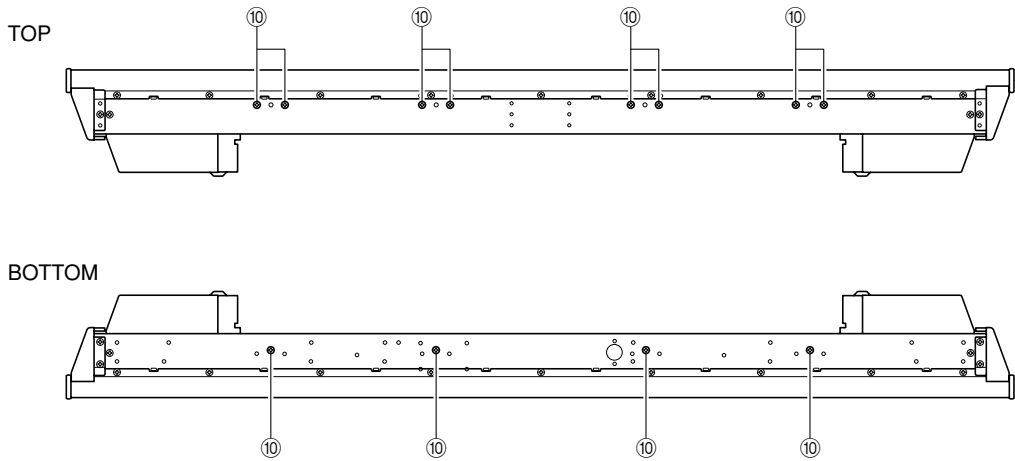

Fig. 9
- Remove 12 screws (10). (Fig. 9)
- ⑩のネジ 12本を外します。(Fig. 9)